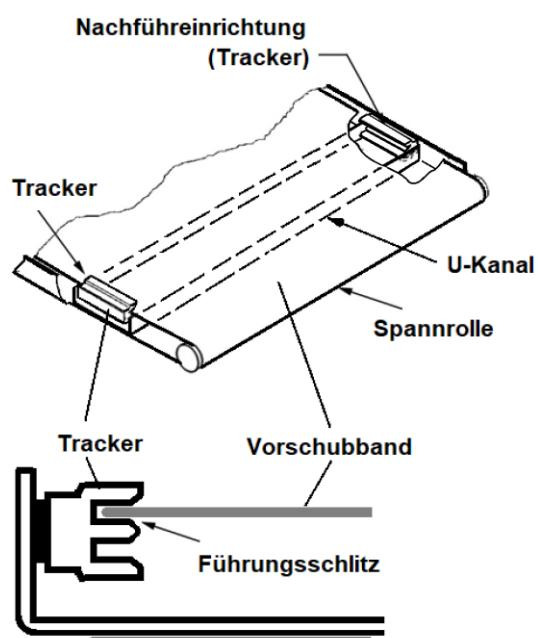

Abb. 11-1: Unterseite der Fördereinheit
3. Auf der Unterseite des Vorschubtischs sind U-förmige Kanäle angeschweißt. Die Nachführleinrichtung befindet sich auf der Innenseite des ersten U-Kanals auf der Zustellseite (Abb. 11-1). Die Rückseite der Nachführleinrichtung ist magnetisiert und haftet fest an der Seitenwand des Vorschubtisches.